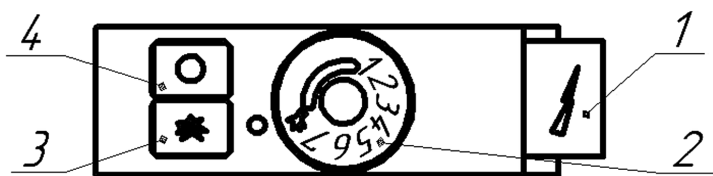

Рисунок 8. Панель управления газовым клапаном 710 MINISIT:
При применении автоматики «710MINISIT» (Рис.8):
- убедитесь, что котел выключен-треугольник красного цвета на панели совмещена с знаком „звездочка“  на ручке 2 (рис.8) ;